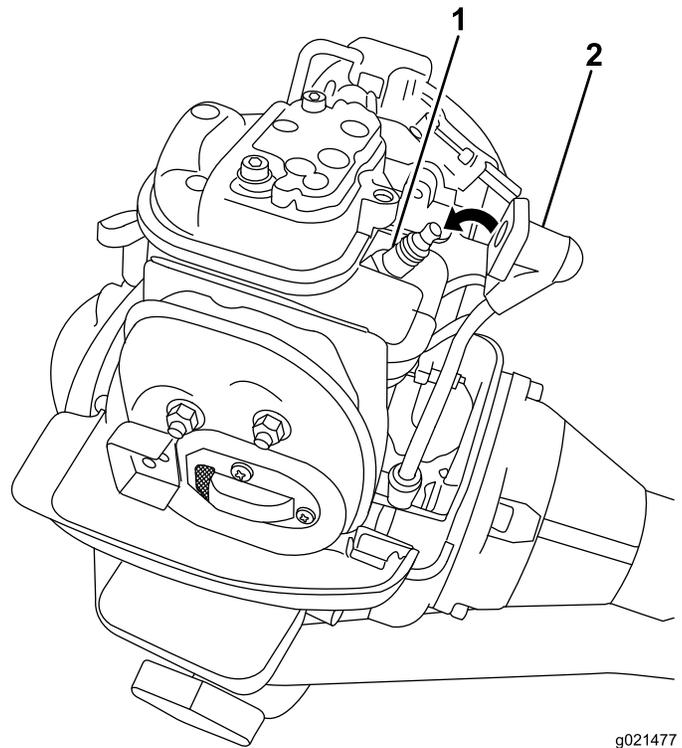

Figura 24
2. Desconecte el cable de la bujía del terminal de la bujía (Figura 24).